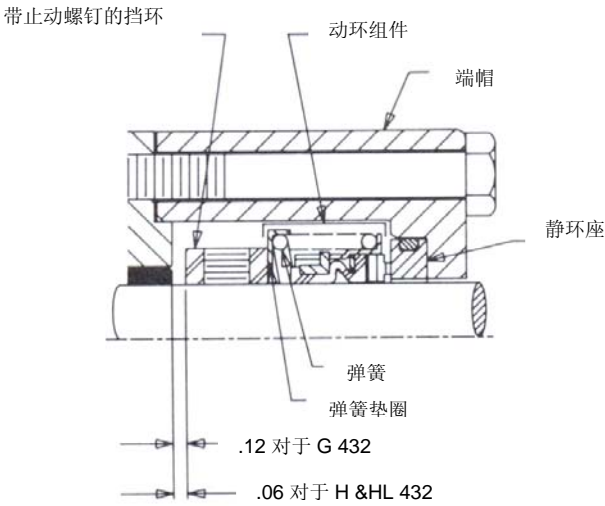

图 15 – 密封部分 剖视图
安装机械密封: 将定位环安装在轴上并拧紧固定螺钉。见图 15 定位环位置。
- 弹簧垫圈和弹簧必须按图中顺序先放在轴上(见图 15)。